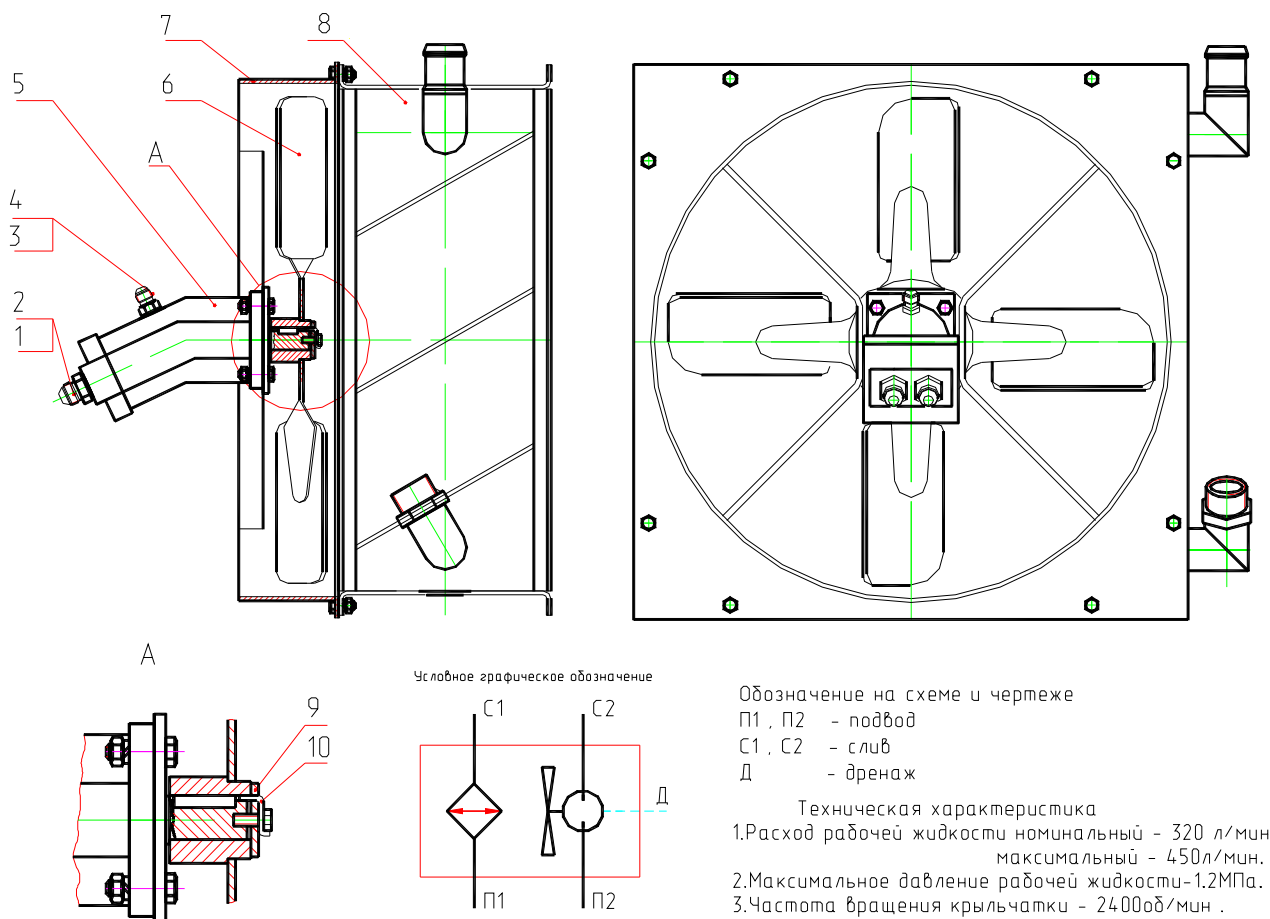

Рис. 40 Маслоохладительная установка
8. МАСЛООХЛАДИТЕЛЬНАЯ УСТАНОВКА (рис. 40)